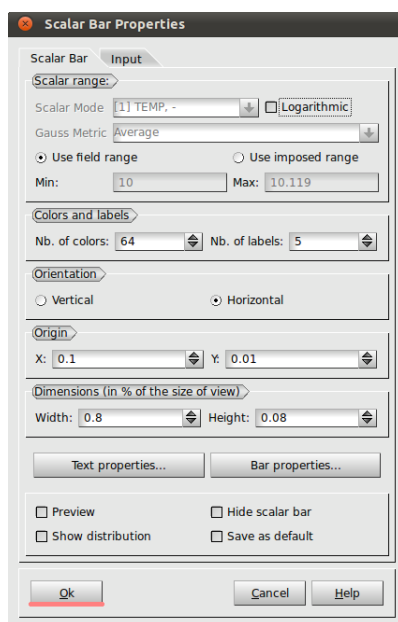

図 28 Scalar Bar Properties
③Scalar Bar Properties が表示されるが、何も変更せずに「OK」を選択して閉じる。(参照：図 28)